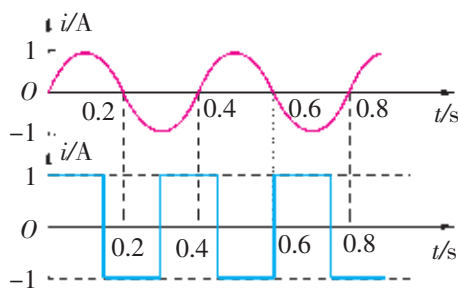

图 2-33
8. 两只相同的电阻, 分别通以正弦式交变电流和方波形交变电流, 两种交变电流的最大值相等, 波形如图 2-33 所示。在正弦式交变电流的一个周期内, 正弦式交变电流在电阻上产生的焦耳热 Q_1 与方波交变电流在同样大小的电阻上产生的焦耳热 Q_2 之比 $Q_1 : Q_2$ 是多少?